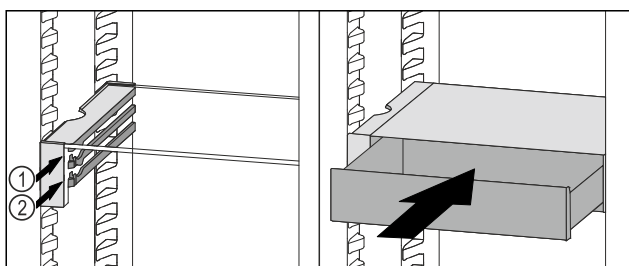

Fig. 91
- Założyć szufladę VarioSafe za stoperami na wybranych żebrowach Fig. 91 (1) lub Fig. 91 (2).